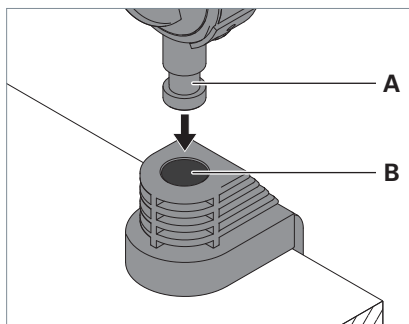

Fig. 2: Montare l'apparecchio di illuminazione sull'elemento di fissaggio.
- Inserire il perno **A** dell'asta dell'apparecchio di illuminazione nell'apertura **B** dell'elemento di fissaggio, vedi Fig. 2.